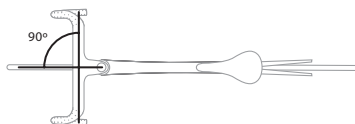

Figure 1.6 : alignement correct du cintre et de la selle.
- Assurez-vous que le cintre est à 90° par rapport à la roue (figure 1.6).
- Assurez-vous que la selle est dans l'axe du vélo (figure 1.6).